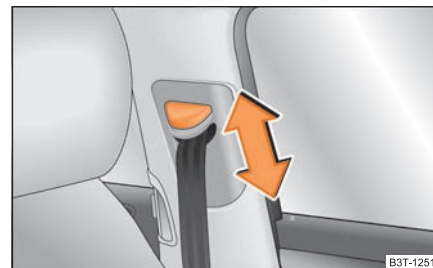

Fig. 167 Asiento delantero: ajuste de la altura del cinturón
- Desplace el herraje de inversión en el sentido deseado, hacia arriba o hacia abajo ⇒ página 173, fig. 167.